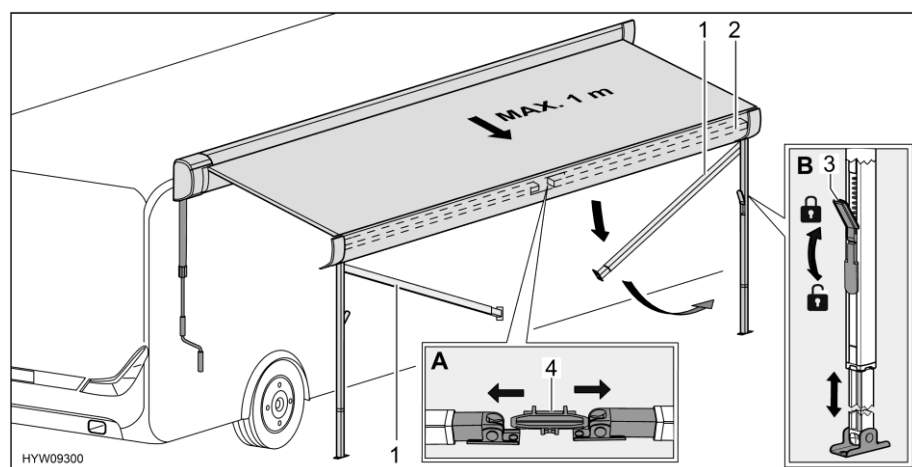

Bild 50 Stützfüße vorbereiten
- Stützfüße (Bild 50,1) aus Halterung (Bild 50,4) in der Frontleiste (Bild 50,2) lösen. Dazu Stützfüße leicht nach außen drücken (Bild 50,A).
- Verriegelungen (Bild 50,3) der Stützfüße lösen. Dazu den Verriegelungshebel nach unten klappen.
- Unteren Teil der Stützfüße bis zur gewünschten Länge herausziehen (Bild 50,B).
- Verriegelungen (Bild 50,3) der Stützfüße schließen. Dazu den Verriegelungshebel nach oben klappen.